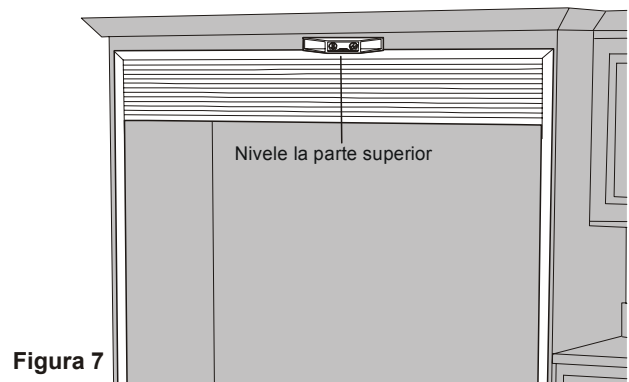

Figura 7
- Nivele la parte superior del marco de moldura usando un nivel de carpintero. Vea la figura 7. Coloque las calzas que sean necesarias. (Las calzas no están incluidas.) Vea las figuras 6 y 6A. Después, fije ambos extremos de la moldura superior (A) con dos tornillos de montaje de 3/4" (G) en los agujeros de cada extremo. Asegúrese de que los tres tornillos de la parte superior queden ajustados.